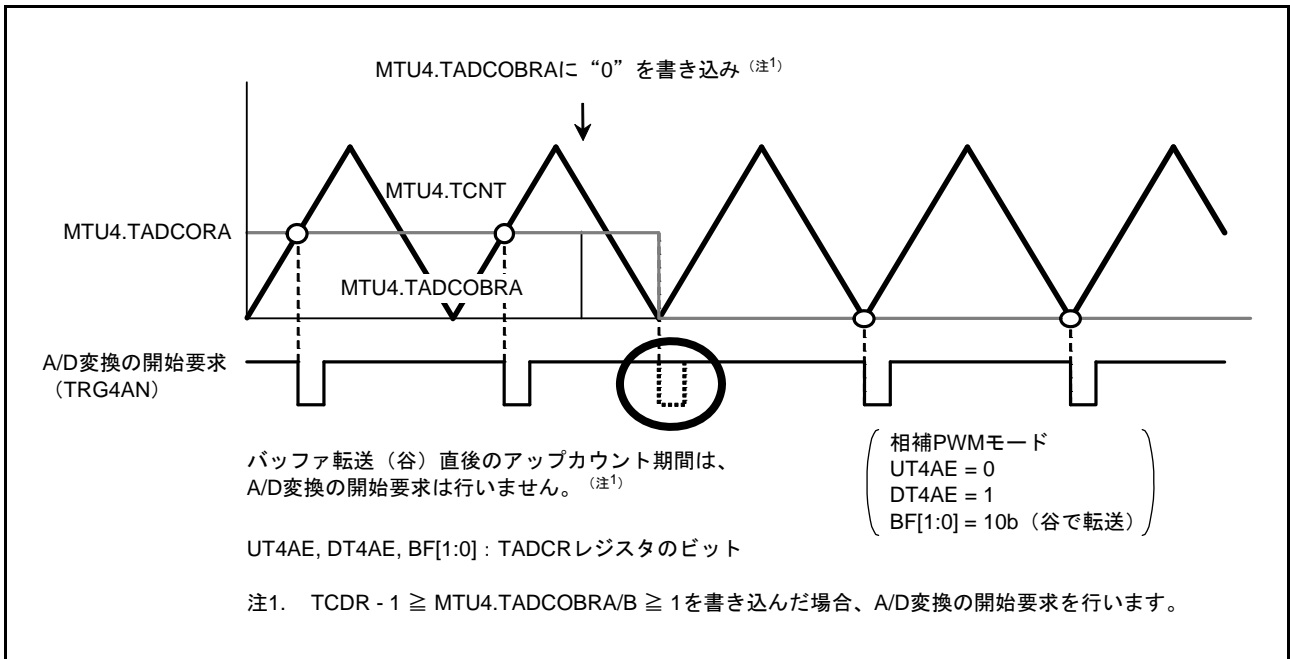

図 22.125 MTU4.TADCOBRA に“0”を書き込んだときの A/D 変換の開始要求
- MTU4.TADCOBRA, MTU4.TADCOBRB レジスタに“0”、かつ、MTU4.TADCR レジスタの UT4AE, UT4BE ビットに“1”を設定して、MTU4.TCNT カウンタの谷でバッファ転送したとき、転送直後のアップカウント期間については A/D 変換の開始要求を行いません (図 22.125)。